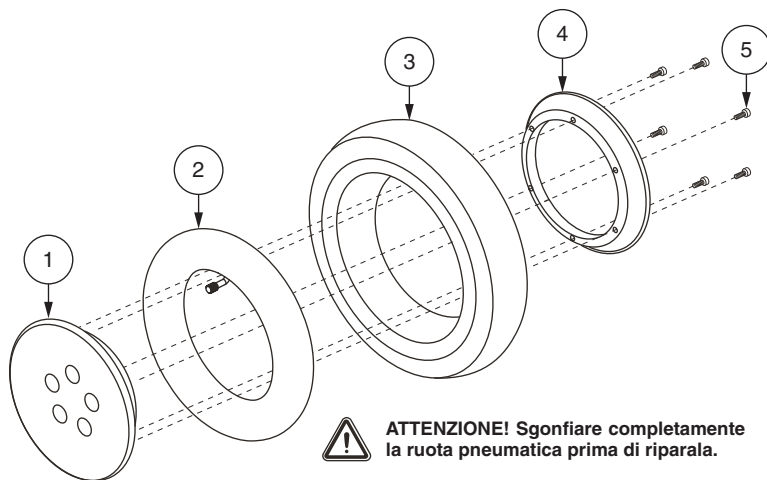

Figura 18. Ruote motrice smontata della Q6 Edge 2.0
6. Rimuovere le viti che fissano i cerchi. **Vedere la figura 18.**
10. Reinstallare i cinque (5) dadi dall'interno del mozzo e stringere.